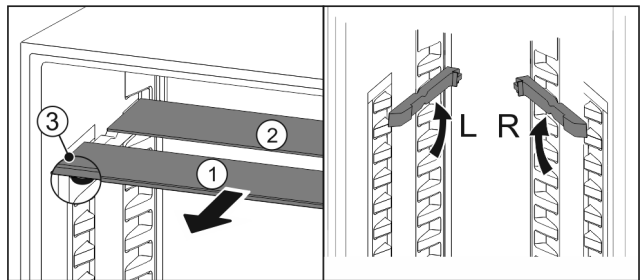

Fig. 19
- Glasplaten afzonderlijk vanaf de voorkant eruit trekken Fig. 19 (1).
- ▷ Glasplaat Fig. 19 (1) met sierlijst ligt voor.
- ▷ Stops Fig. 19 (3) zijn naar onder gericht.